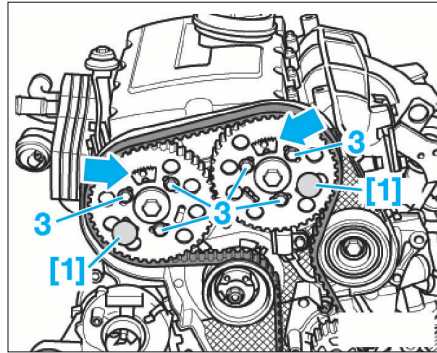

FIG. 18
- [1]. Outil de blocage du pignon d'arbre à cames (ref. 3359) (Fig.18).
- Amener le vilebrequin en position de calage, cylindre n°1 au PMH. Dans cette position, les parties dentées (flèches) des pignons d'arbres à cames doivent être dirigées vers le haut (Fig.18).
- Desserrer les vis (3) des pignons d'arbres à cames (Fig.18).
- Serrer les vis (3) sans les bloquer (Fig.18).